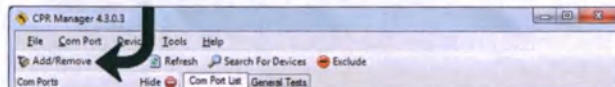

Рис. 85
5. В программе «CPR Manager» нажмите на кнопку «Add/Remove». См. Рис. 85.